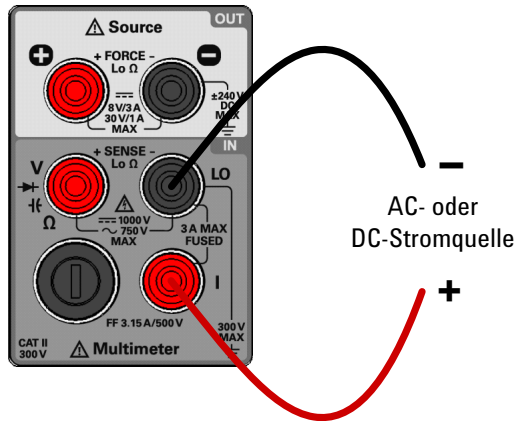

Abbildung 2-2 Anschlussverbindungen für Strommessungen
- 2 Verbinden Sie die roten und schwarzen Testleitungen mit den Eingangsanschlüssen **I** (rot) und **L0** (schwarz) gemäß Darstellung in Abbildung 2-2.
- 2** Verbinden Sie die roten und schwarzen Testleitungen mit den Eingangsanschlüssen **I** (rot) und **L0** (schwarz) gemäß Darstellung in Abbildung 2-2.